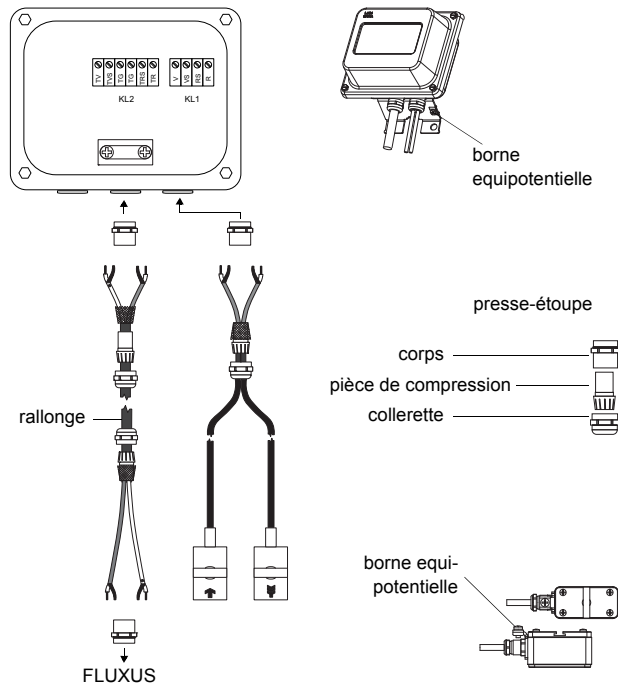

Fig. 7.5: Raccordement de la rallonge et du câble de capteurs au boîtier de jonction
- Retirez le presse-étoupe du boîtier de jonction (voir Fig. 7.5).